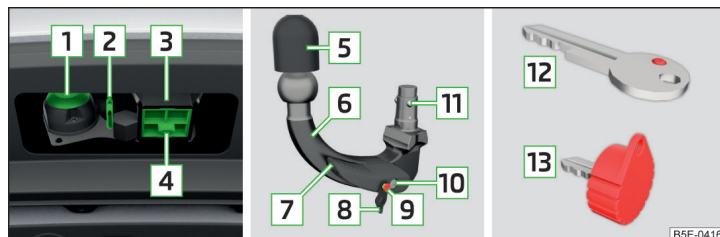

Abb. 296 Träger der Anhängervorrichtung / Kugelstange / Schlüsselvarianten
**Träger der Anhängervorrichtung, Kugelstange und Schlüsselvarianten (ausstattungsabhängig) » Abb. 296**
- Die Abdeckkappe für den Aufnahmeschacht **4** nach unten abziehen » Abb. 296 auf Seite 263.